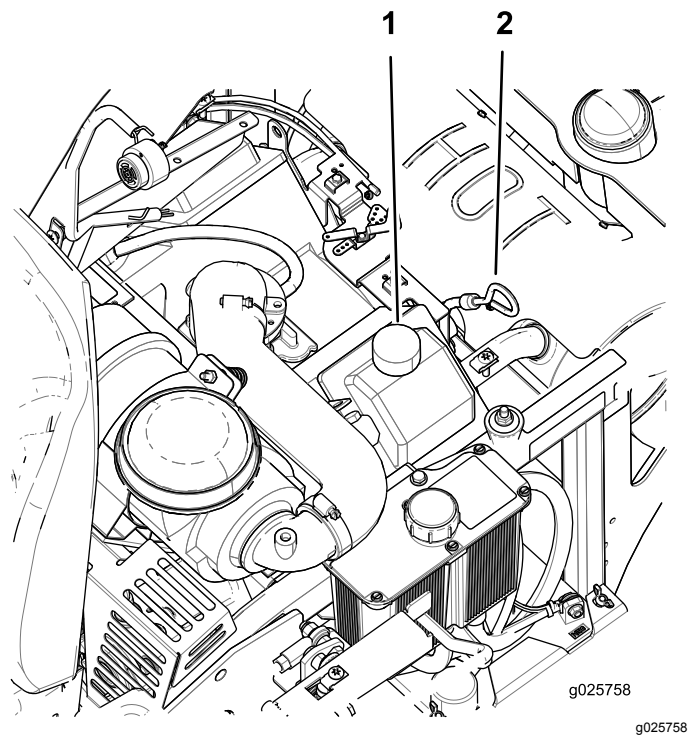

Figure 31
5. Nettoyez la surface autour de la jauge d'huile (Figure 31).
9. Si le niveau d'huile est trop bas, essuyez la surface autour du bouchon de remplissage, retirez le bouchon et faites l'appoint d'huile jusqu'à ce que le niveau atteigne le repère **maximum** sur la jauge (Figure 31).
4. Versez lentement environ 80 % de l'huile spécifiée dans le tube de remplissage, puis faites l'appoint lentement jusqu'à ce que le niveau atteigne le repère maximum (**Full**) sur la jauge (Figure 31).
5. Démarrez le moteur et conduisez la machine jusqu'à une surface plane et horizontale. Patientez 3 minutes pour permettre à l'huile de se stabiliser dans le carter. Vérifiez à nouveau le niveau d'huile (Figure 31).